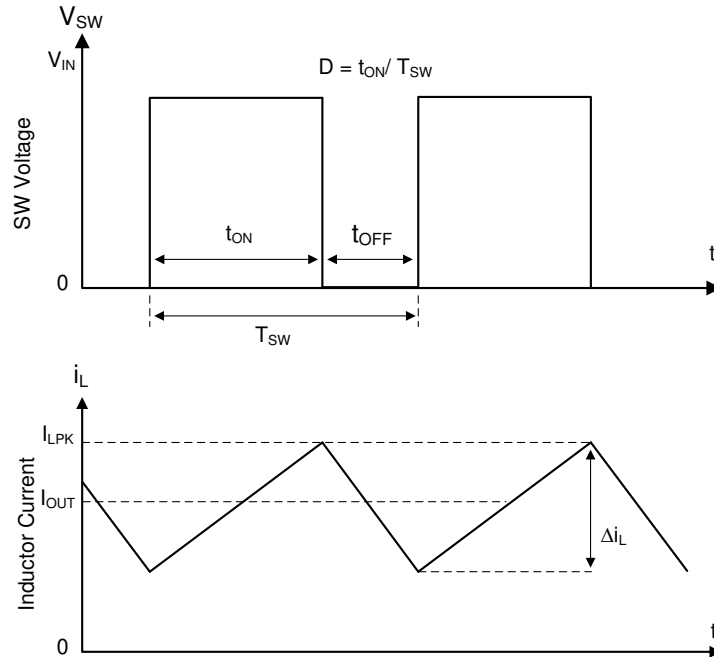

图 8-1. 连续导通模式 (CCM) 下的 SW 节点和电感器电流波形
LMR516xx 的以下运行说明涉及 功能方框图 和 图 8-1 中的波形。LMR516xx 是一款同步降压转换器，具有集成式高侧 (HS) 和低侧 (LS) 开关 (同步整流器)。LMR516xx 通过使用受控的占空比打开高侧和低侧 NMOS 开关，来提供稳定的输出电压。高侧开关导通期间，SW 引脚电压上升至约 V_{IN} ，电感器电流 i_L 以线性斜率 $(V_{IN} - V_{OUT})/L$ 增加。当高侧开关被控制逻辑关闭时，低侧开关在经过反穿死区时间后将会导通。电感电流通过低侧开关以斜率 V_{OUT}/L 放电。降压转换器的控制参数为占空比 $D = t_{ON}/T_{SW}$ ，其中 t_{ON} 是高侧开关导通时间， T_{SW} 是开关周期。转换器控制环路通过调整占空比 D 来维持恒定的输出电压。在可忽略损耗的理想降压转换器中， D 与输出电压成正比，与输入电压成反比： $D = V_{OUT}/V_{IN}$ 。